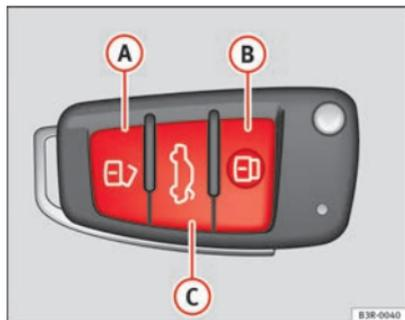

Fig. 77 Chave com comando à distância: Botões
- Prima o botão **A**  $\Rightarrow$  Fig. 77 durante cerca de 1 segundo.